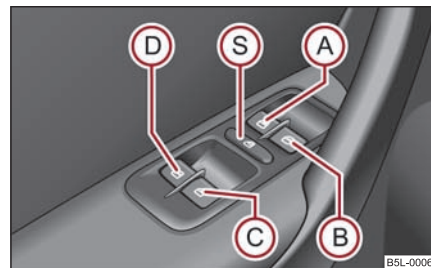

Fig. 48 Tastele din ușa conducătorului
⇒ pagina 51, fig. 48, pasagerului din dreapta și în ușile din spate* ⇒ pagina 52.
Apăsând comutatorul de siguranță (S) ⇒ pagina 51, fig. 48, puteți scoate din funcțiune tastele din ușile din spate. Apăsând încă o dată comutatorul de siguranță (S), puteți restabili funcționarea tastelor din ușile din spate.
- Când se transportă copii pe locurile din spate, vă recomandăm să scoateți din funcțiune comutatoarele din ușile din spate (comutatorul de siguranță) (S) ⇒ pagina 51, fig. 48.